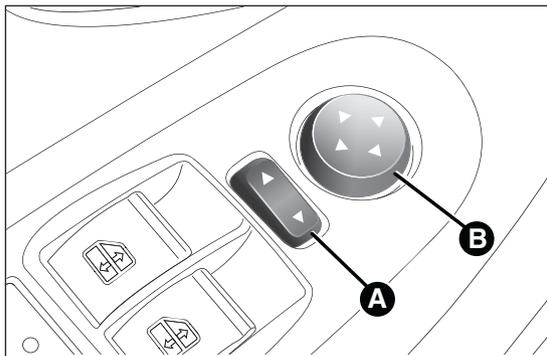

fig. 27
- mediante l'interruttore A fig. 27 selezionare lo specchio (sinistro o destro) su cui eseguire la regolazione;